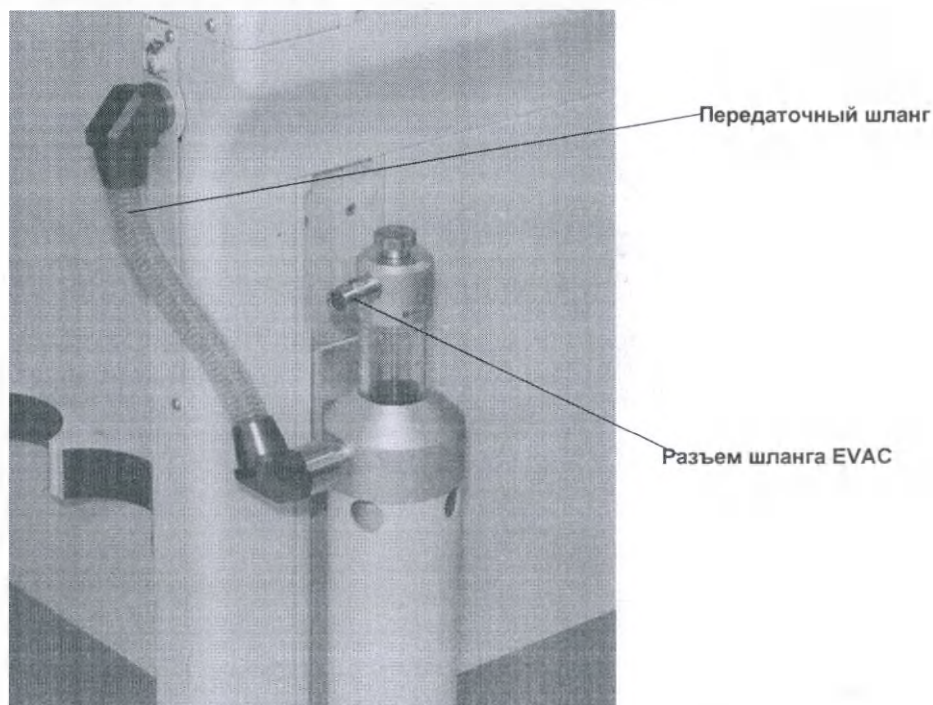

РИСУНОК 7-23 Отсоединение СУГА и передаточного шланга
1. Отсоедините шланг EVAC от СУГА (См. РИС. 7-23)